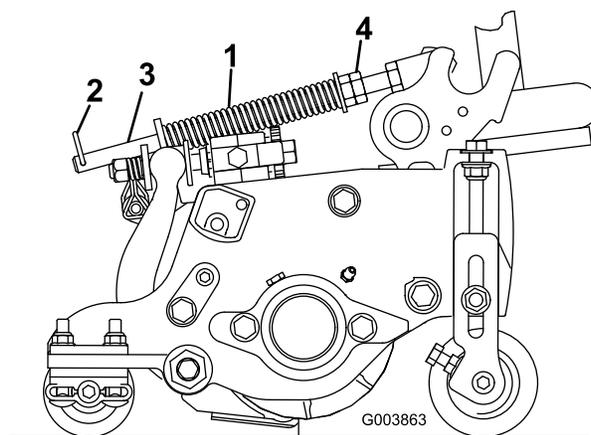

Figura 15
- Serrate i dadi esagonali sul lato anteriore dell'asta della molla, finché la lunghezza compressa della molla non è di 15,9 cm (Figura 15).
- Verificate che la coppiglia sia montata nel foro posteriore dell'asta della molla (Figura 15).